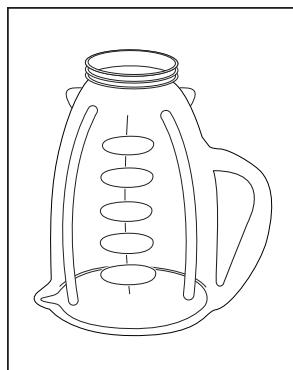

FIGURE 1
- Renversez le récipient afin que sa petite ouverture soit en haut. (Figure 1)